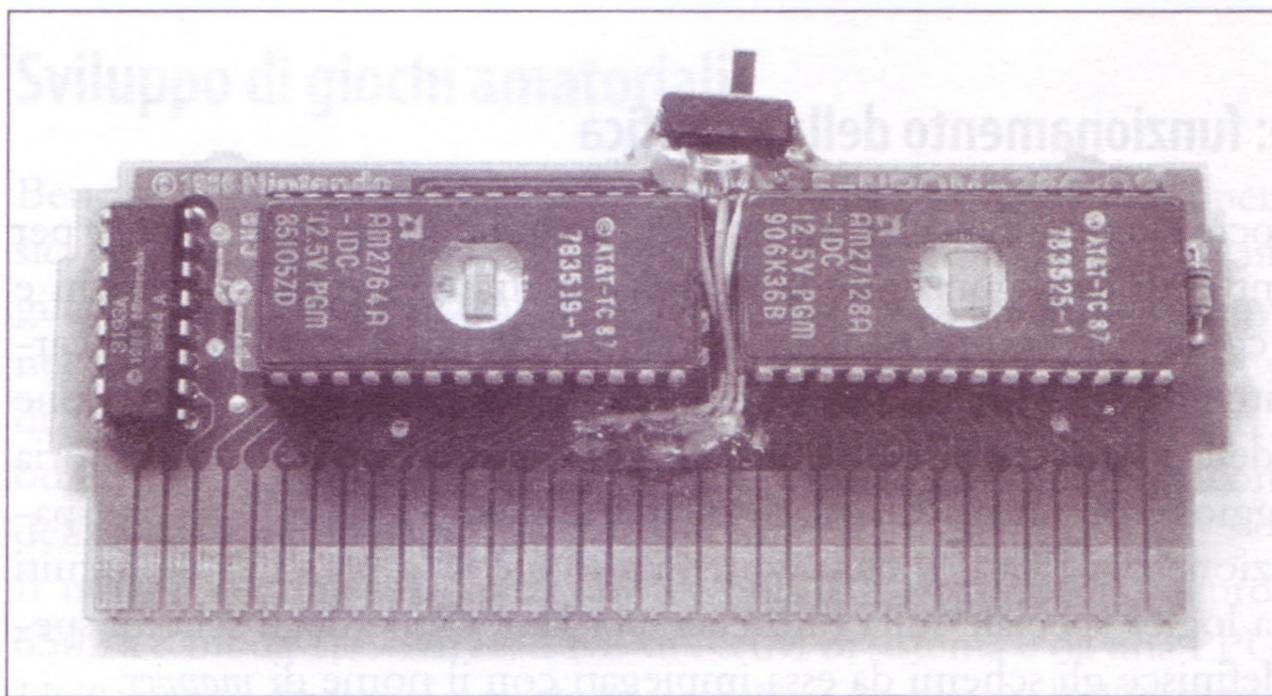

Figura 6.49 Cartuccia NES EPROM completata.
10. Affinché la scheda funzioni correttamente, vi occorrono due dispositivi EPROM o di memoria Flash: uno da 8 KB, programmato con l'immagine della CHR-ROM e uno da 16 KB o 32 KB, programmato con l'immagine della PRG-ROM. Utilizzate il programmatore di memorie per realizzare le immagini dei giochi binarie nelle EPROM e inseritele nelle cartucce. Fate riferimento al paragrafo "Sviluppo di giochi amatoriali" di questo capitolo per informazioni su come procurarsi o creare giochi amatoriali per NES. La cartuccia EPROM dovrebbe assomigliare a quella nella Figura 6.49.